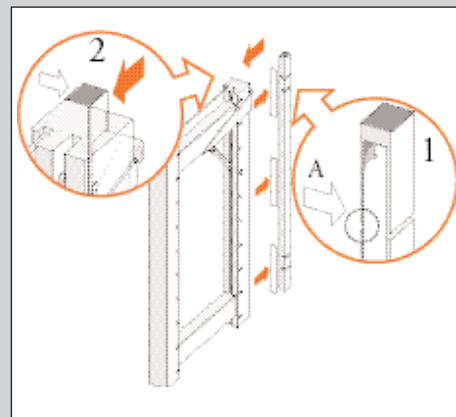

Abb. 14
2. Kleben Sie an mindestens zwei Stellen auf der Leiste (so nahe wie möglich an den Enden) doppelseitigen Klebestreifen (siehe '1' Abb. 14).
Kleben Sie den Streifen an der richtigen Leistenseite (an der Außenseite des Regals muss der V-Schlitz sichtbar bleiben (siehe 'A' Abb. 14).
3. Kleben Sie die Leiste neben der Hängelasche auf die Rückseite der Regalwand. Sorgen Sie dafür, dass die Oberseite der Leiste bündig mit der Oberseite der Regalwand ist (siehe '2' Abb. 14).